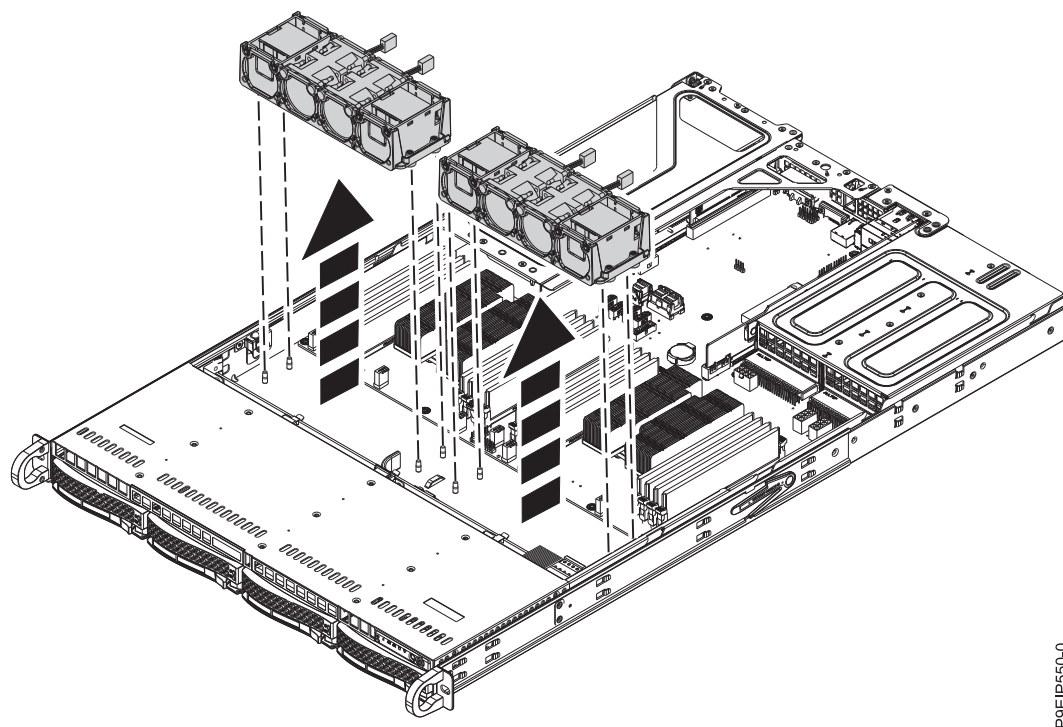

Figure 13. Retrait du support de ventilateur
2. Levez le support des ventilateurs, comme indiqué dans la figure 13, à la page 19. Les ventilateurs sont plus faciles à retirer si le support est légèrement relevé.